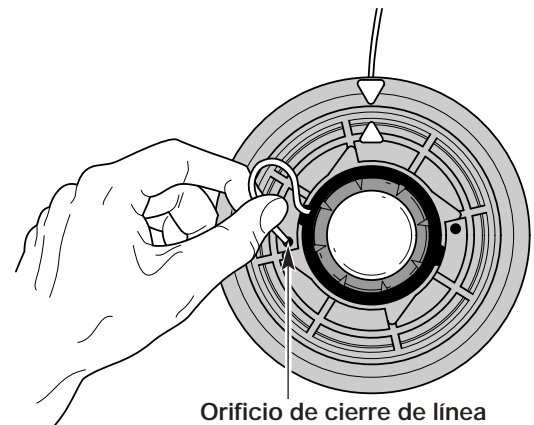

Fig. 18
5. Inserte la línea en el orificio de cierre (Fig. 18). No empuje la línea más de 1/2 pulgada (12.7 mm.) dentro del orificio de cierre. Cuando la línea está bien insertada, formará un bucle pequeño (Fig. 18).